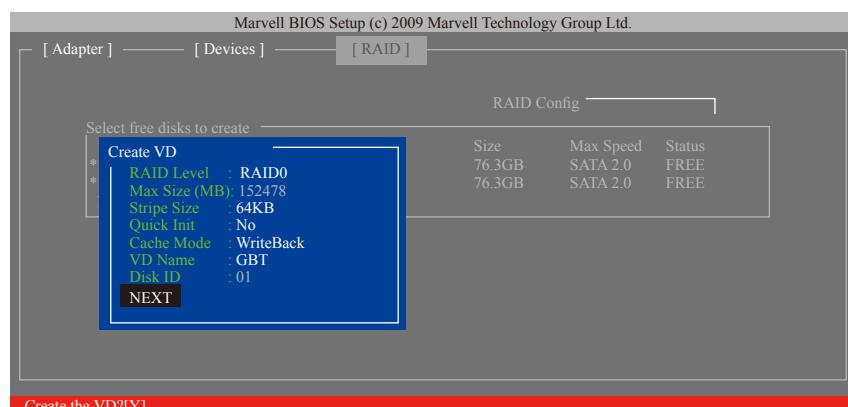

图7
6. **NEXT**：完成以上设定请至「NEXT」项目按 $<\text{Enter}>$ 键。当确认信息出现时，确定制作磁盘阵列请按 $<\text{Y}>$ ，取消请按 $<\text{N}>$ (图7)。